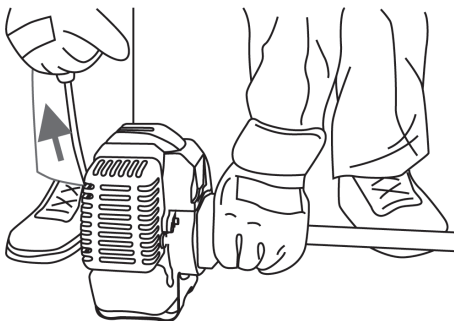

Рисунок 10. Схема розташування мотококси під час запуску.
6. Утримувати мотокоосу під час запуску двигуна, притиснувши її штангу до поверхні землі (рис. 10).